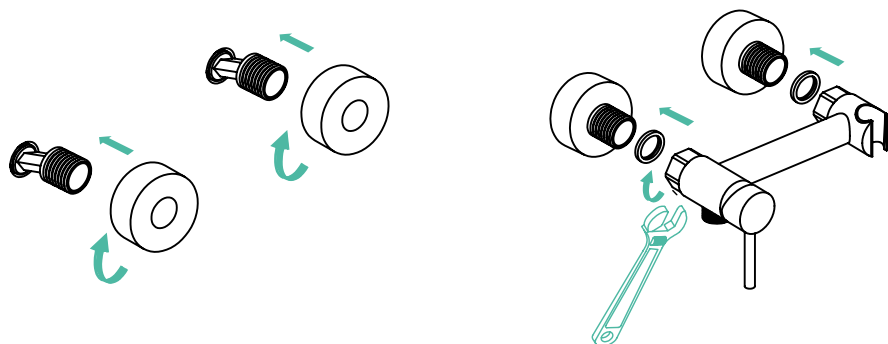

Рис. 3
- Установите на эксцентрические переходники декоративные чашки (отражатели), установите прокладки и с помощью инструмента с мягкими накладками (во избежание повреждения гальванопокрытия) присоедините корпус смесителя (рис. 3).